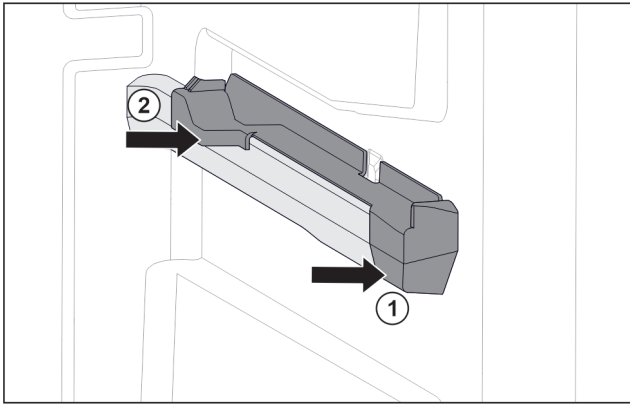

Fig. 142 Pjesa kapëse në brinjën e djathtë të kutisë
- Vendoseni pjesën kapëse përpara në brinjën e kutisë. Fig. 142 (1)
- Shtyni pjesën kapëse në pjesën e pasme. Fig. 142 (2)